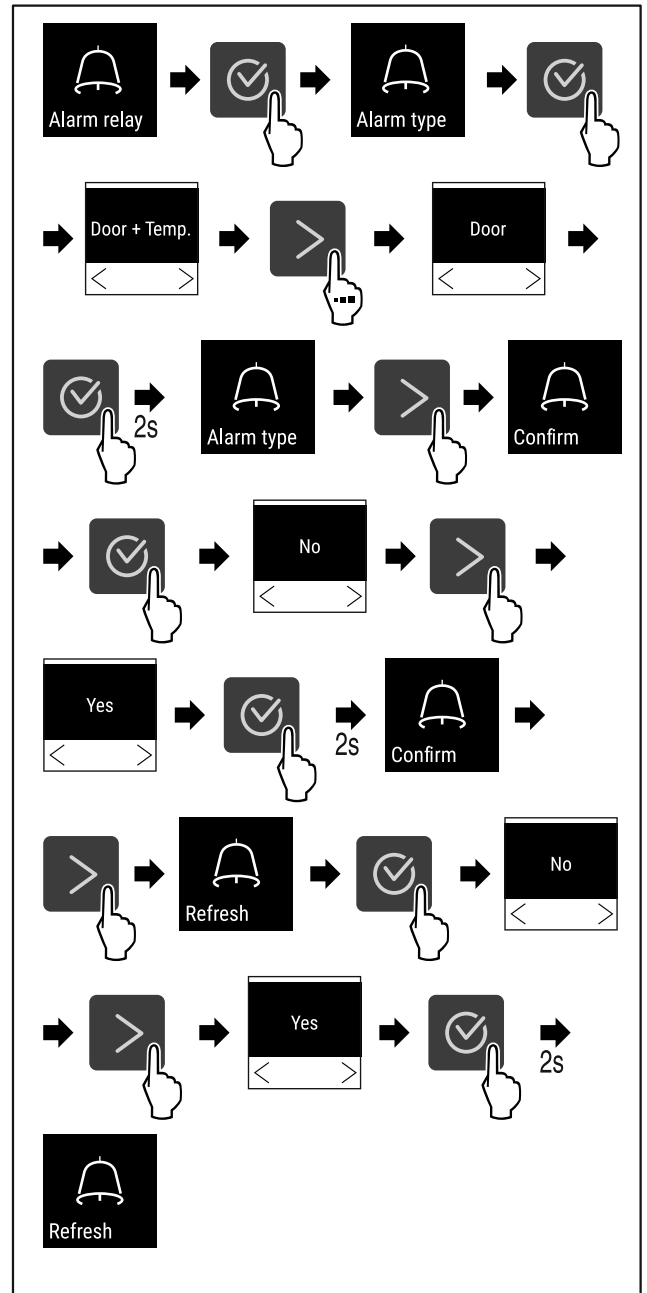

Fig. 110
- ▶ Изпълнете стъпките (виж Fig. 110).